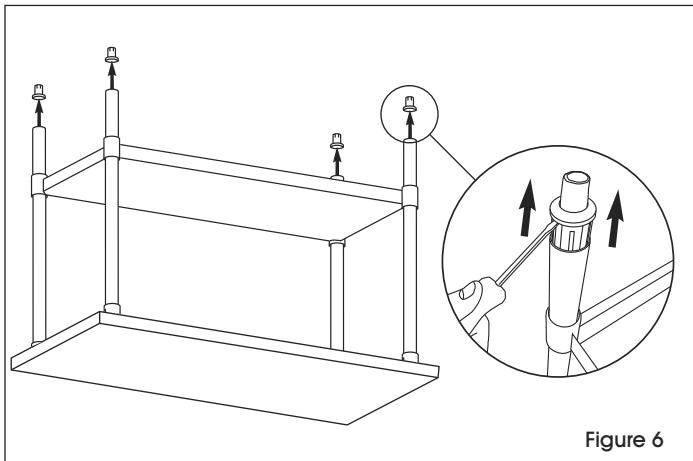

Figure 6
1. Retournez la table à l'envers sur une surface lisse qui n'égratigne pas. Retirez les pieds réglables des pieds tubulaires à l'aide d'un tournevis à lame plate. (Voir Figure 6)